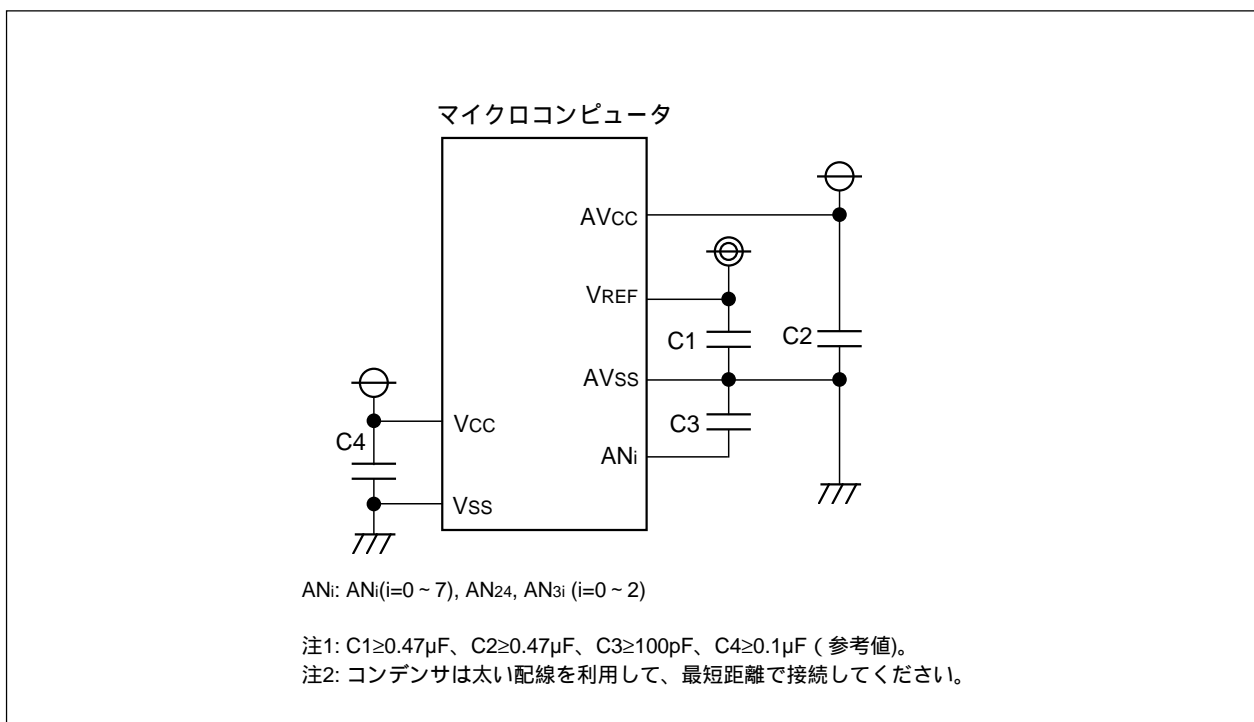

図19.3 各端子の処理例
- 3.ノイズによる誤動作やラッチアップの防止、また変換誤差を低減するため、AVCC 端子、VREF 端子、アナログ入力端子(AN_i(*i*=0 ~ 7)、AN₂₄、AN_{3i}(*i*=0 ~ 2))とAVSS 端子の間には、それぞれコンデンサを挿入してください。同様にVCC 端子とVSS 端子の間にもコンデンサを挿入してください。図19.3 に各端子の処理例を示します。